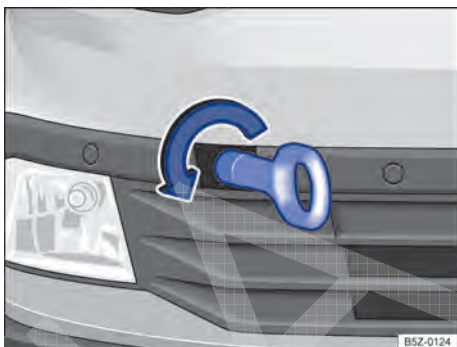

Fig. 188 No para-choque dianteiro à direita: rosquear a argola de reboque.
- Rosquear a argola de reboque tão firme quanto possível **no sentido anti-horário** no alojamento $\Rightarrow$ Fig. 188 ① $\Rightarrow$ ②. Utilizar um objeto apropriado com o qual a argola de reboque possa ser rosqueada com firmeza no alojamento.